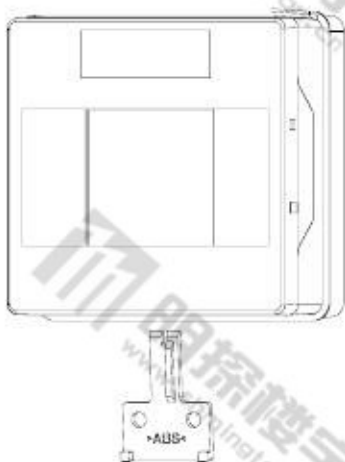

图 6
- 通过钥匙复位操作面板，按钮即可恢复到正常工作状态（图 6）
3. 如图 6 所示将钥匙从底部插入, 使操作面板复位。